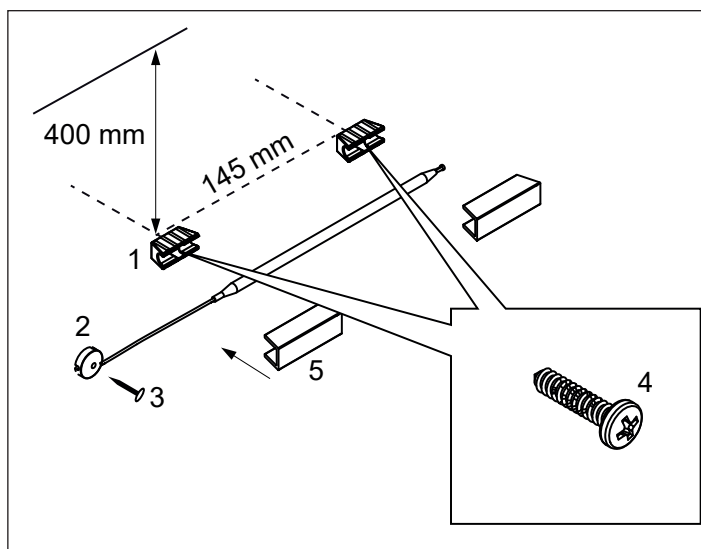
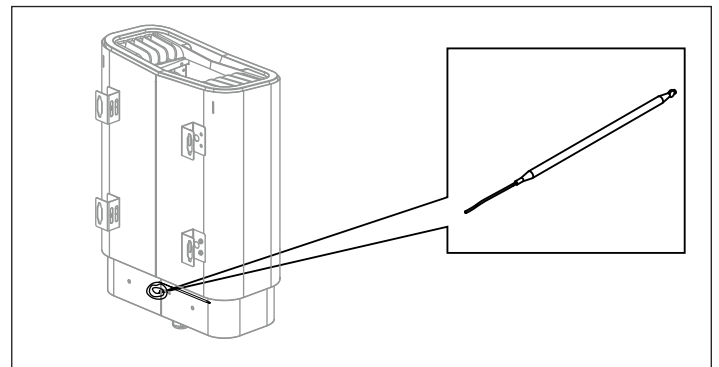

Рис. 12: Установка датчика температуры
Рис. 14: Поиск датчика температуры
Установите держатели датчиков температуры (см. (1) на рис. 12) на расстоянии 400 мм от потолка и 145 мм друг от друга с помощью двух комплектных винтов (4).
Вставьте датчик температуры (расположен на задней части нагревателя, см. рис. 14) и закрепите капиллярную трубку с помощью скоб (2) и паркетного гвоздя (3) (см. рис. 12).
Перед подключением устройства к источникам напряжения или числу фаз, не указанному в схеме соединений на рис. 14, свяжитесь с отделом обслуживания клиентов TuöHelo.